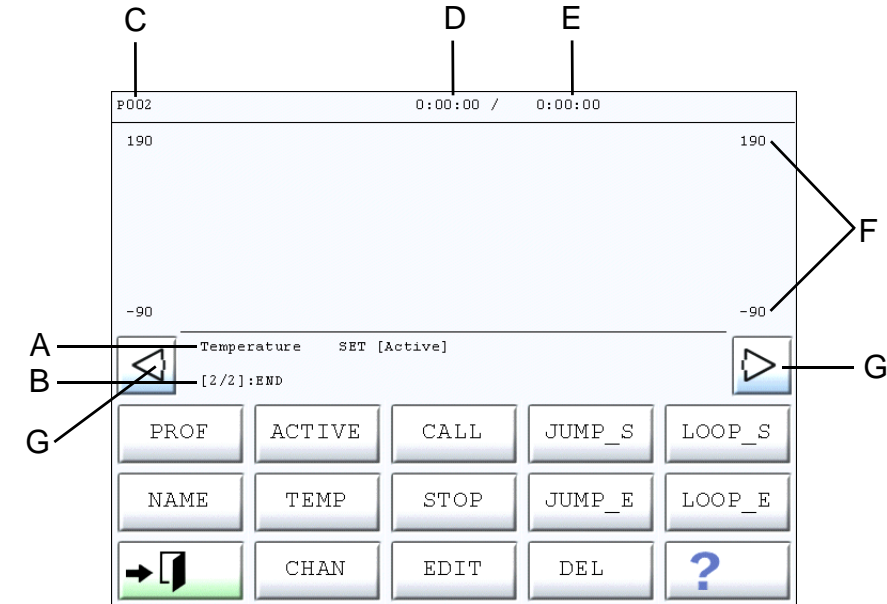

Fig. 7-1
- Dans le → Fig. 7-1 (page 47), appuyer sur
Retour → Fig. 7-1 (page 47)